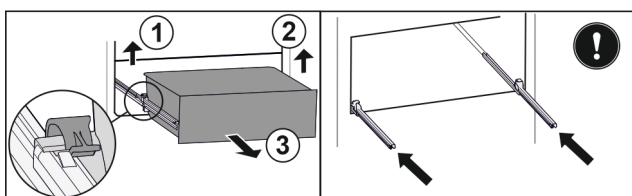

Fig. 40
- ▶ 提起左侧夹子，同时将抽屉左侧向前拉。 Fig. 40 (1)
- ▶ 提起右侧夹子，同时将抽屉右侧向前拉。 Fig. 40 (2)
- ▶ 朝前取出抽屉。 Fig. 40 (3)